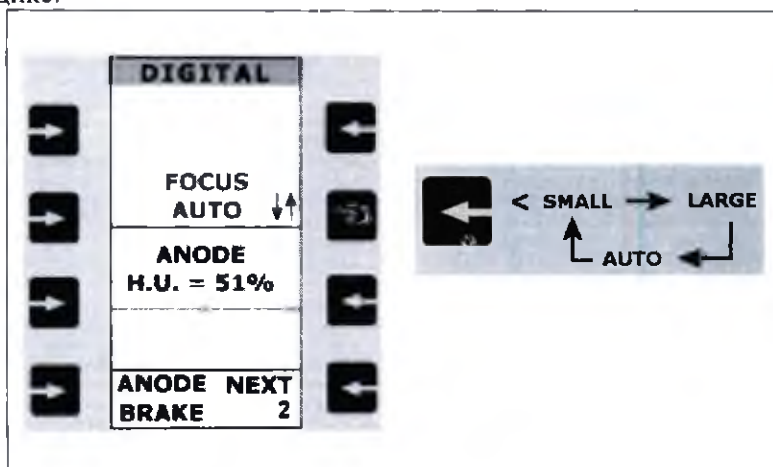

Рисунок 22 – Выбор фокусного пятна.
1. Нажимайте клавишу **NEXT** на графическом экране до тех пор, пока меню выбора фокусного пятна не отобразится на дисплее (Рис. 22).